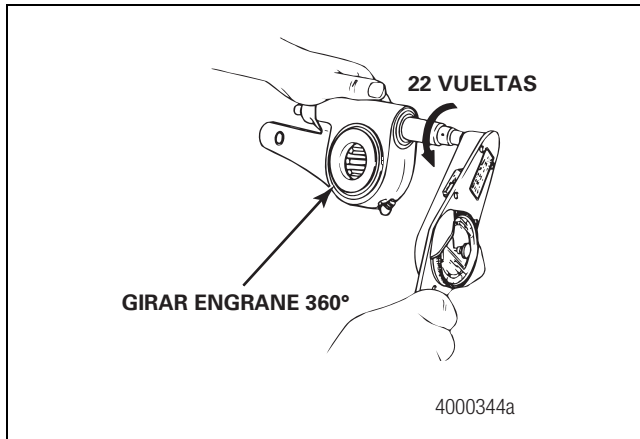

Figura 4.3
1. Use una llave de tuercas de lbs-pulg y gire la tuerca de ajuste A LA IZQUIERDA (Figura 4.3) para girar el engrane 360 grados, o 22 vueltas de la llave de tuercas, conforme va leyendo la escala de par de torsión en la llave de tuercas. Al girar el engrane, el valor debe ser menor de 45 lbs-pulg (5 N•m).